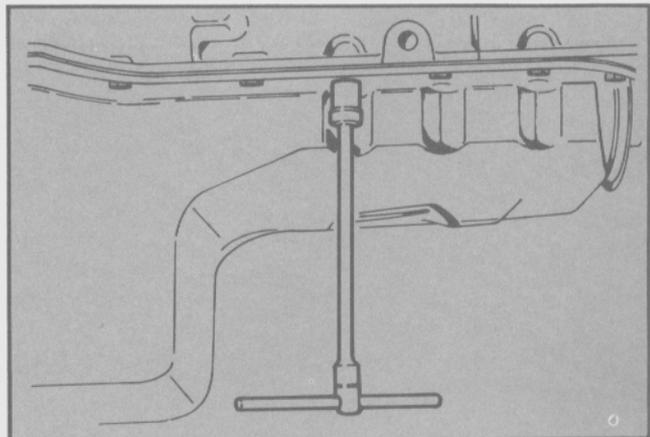

Fig. 24 - Desmontaje del cárter
- Quitar los tornillos de sujeción del cárter. Desmontar el cárter hacia abajo para evitar la entrada de suciedad en el interior del motor (Fig. 24).